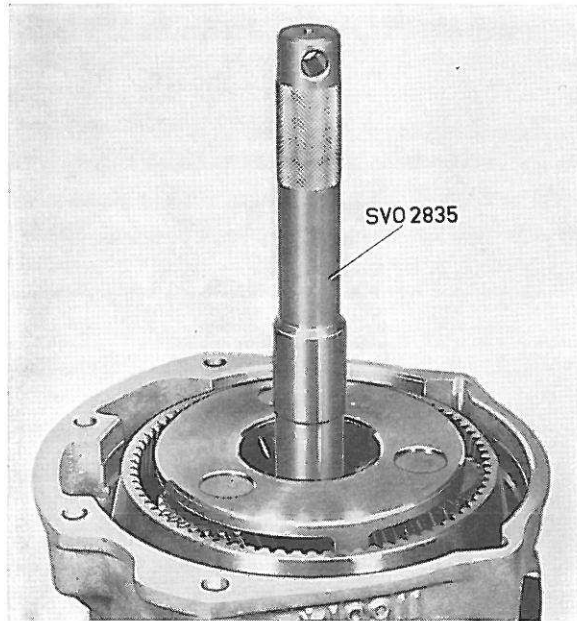

Figure 32. Remontage des satellites, II
3. Remettre en place sur l'arbre de sortie le porte-satellites au complet, c'est-à-dire avec satellites. Guider les cannelures sur le porte-satellites et le moyeu de roue libre en se servant du centreur SVO 2835, voir figure 32.